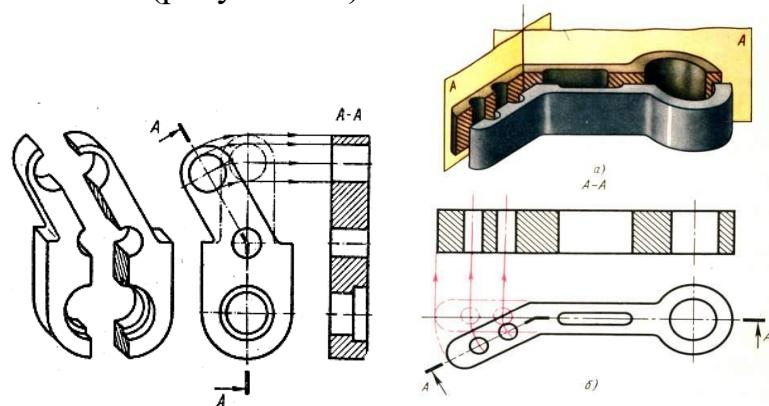

Рисунок 4.7 - Ломаный разрез
**Ломаный разрез** – сложный разрез, образованный непараллельными секущими плоскостями (рисунок 4.7).